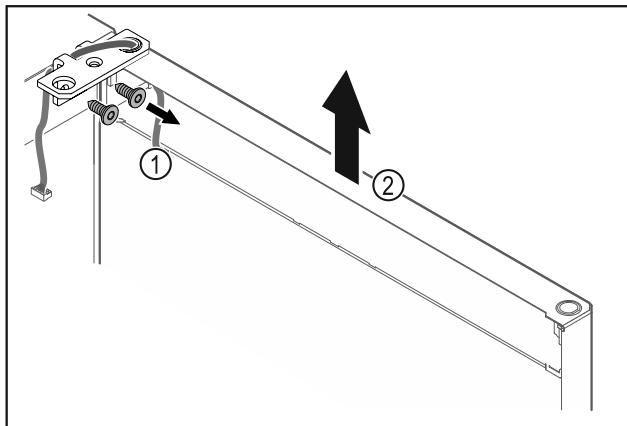

Fig. 25
- Odskrutkujte uholník závesu Fig. 25 (1).
- Zdvihnite dvere vrátane uholníka závesu Fig. 25 (2) cca 200 mm nahor a odoberite ich.